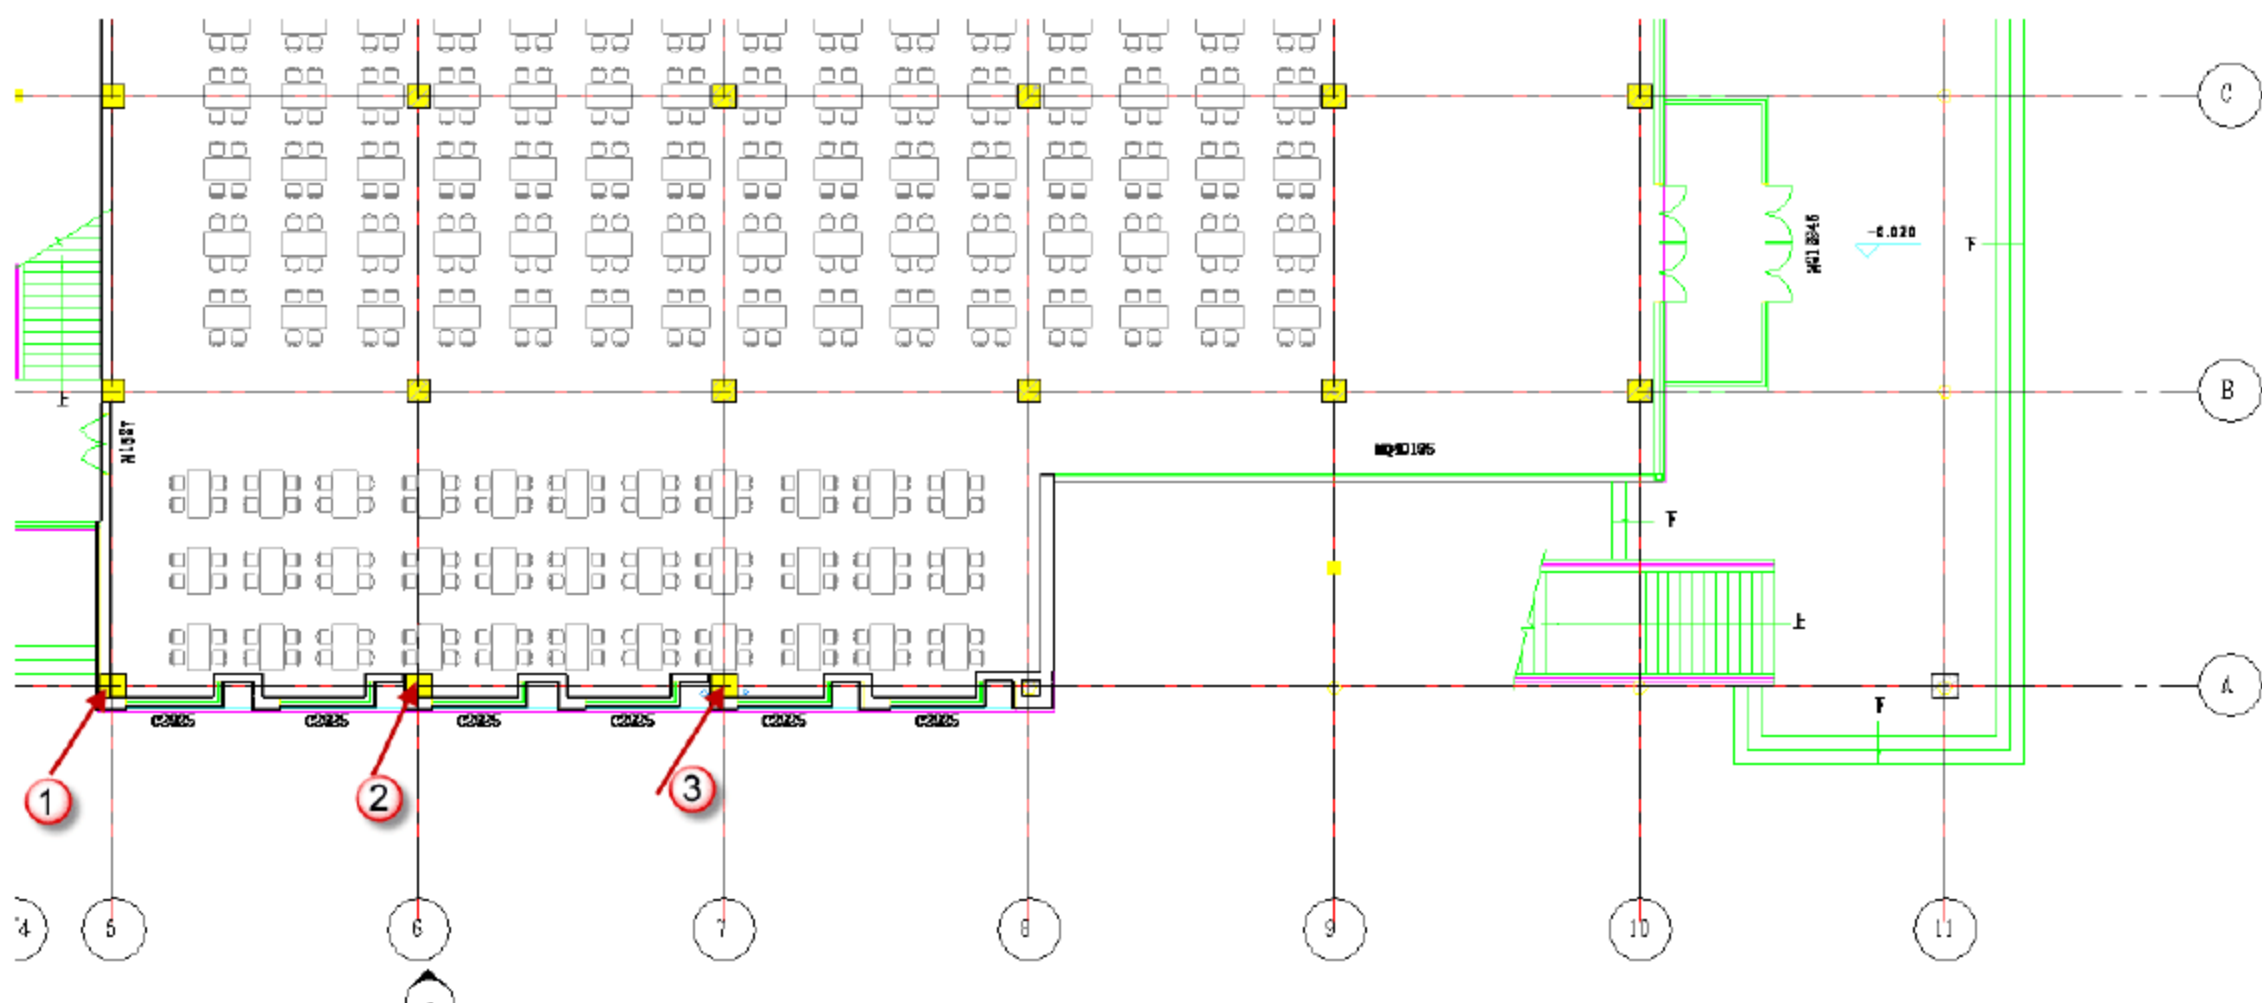

图 10.2.74 “600\*700”矩形柱的绘制部分对齐点 6
(11) A 轴到 C 轴和 6 轴到 11 轴之间“600\*700”建筑柱的绘制。选中 2 轴和 G 轴交点处的柱子，按快捷键 C+O，将“多个”复选框选中，按如图 10.2.74 所示的对齐点依次复制，完成后可以按 Esc 键退出，这样就完成了全部的“600\*700”矩形柱的绘制。